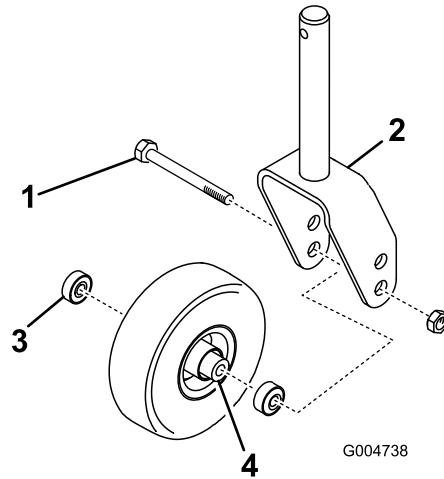
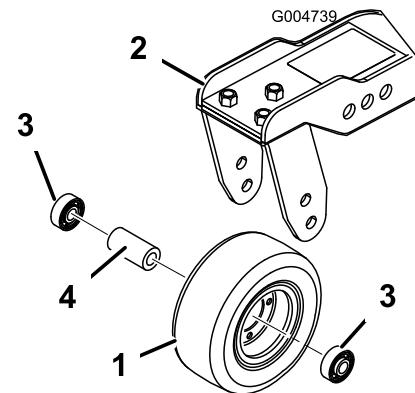

Figura 109
Figura 110
1. Retire la contratuerca del perno que sujetla el conjunto de la rueda giratoria entre la horquilla (Figura 109) o al brazo de pivote (Figura 110).
2. Retire el cojinete de la rueda y deje que se caiga el suplemento del cojinete (Figura 109 y Figura 110).